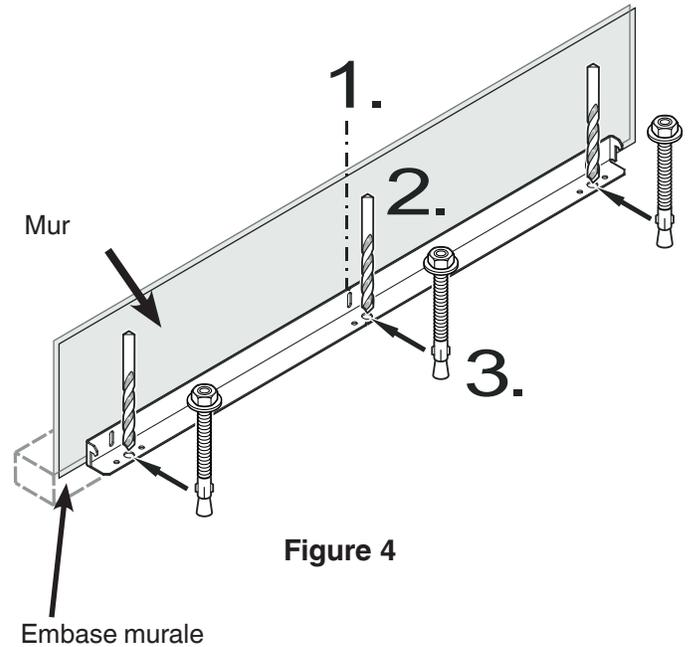

Figure 4
## Montage du dispositif antibasculement sur un sol en béton - Figure 4 - 5
2. Percer un trou de 3/8 po de diamètre dans l'une des positions représentées à la **Figure 4** en utilisant une mèche au carbure.